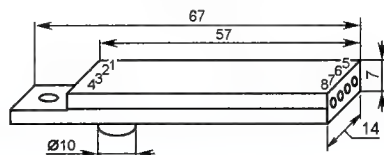

Рис. 2
Датчик TS0505ANA-79C A1842455 TDK имеет размеры (67)57×14×7 мм + выступающая часть катушки снизу диаметром 10 и высотой 3,5 мм (рис. 2), габариты второго (неизвестной марки) — (61)36×9×4 мм, его выступающая часть — диаметром 6 и высотой 3 мм. Катушки первого датчика намотаны на трёхсекционном каркасе. Размещённые в крайних секциях L1 и L2 включены последовательно и входят в контур генератора и входят в контур генератора на элементе DD1.1, L3 с конденсатором C4 образует приёмный контур усилителя на DD1.2.